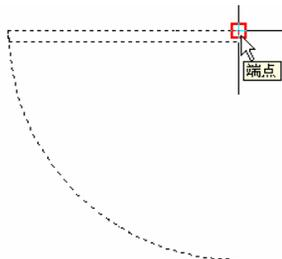
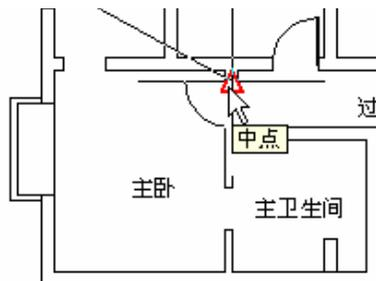

图 6-1-9
图 6-1-10
// 按 F3 键打开捕捉功能，捕捉如图 6-1-9 所示的端点，再捕捉如图 6-1-10 所示的中点
**STEP 07** 使用复制命令 COPY 将如图 6-1-10 主卧中的门复制一个，并使用镜像命令 MIRROR 将该复制的门进行镜像，再使用移动命令 MOVE 将其插入到门厅处，其具体操作步骤如下：